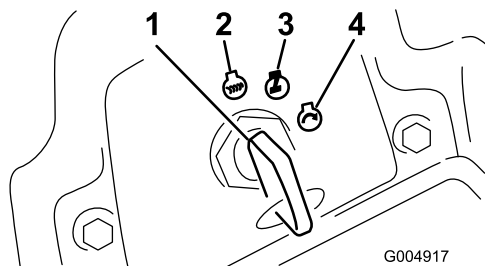

Figure 16
6. Tournez la clé dans le sens horaire en contact (Figure 16).
3. Tournez la clé de contact à la position Arrêt (Figure 16). Attendez l'arrêt de toutes les pièces en mouvement avant de quitter la position d'utilisation.